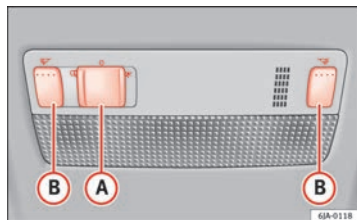

Abb. 60 Innenbeleuchtung – Ausführung 1
- Drücken Sie den Schalter **(A)** ⇒ Abb. 60 in Richtung Lampenseite; das Symbol  erscheint.
- Drücken Sie den Schalter **(A)** ⇒ Abb. 60 in die mittlere Position **O**.
- Bewegen Sie den Schalter **(A)** ⇒ Abb. 60 in Richtung Lampenmitte; das Symbol  erscheint.
- Die Leseleuchten werden mit der Taste **(B)** ⇒ Abb. 60 ein- und ausgeschaltet.
Ist die Bedienung der Beleuchtung mit dem Türkontaktschalter eingeschaltet (Schalter **(A)** ⇒ Abb. 60 in Position ) , leuchtet die Beleuchtung auf, wenn: